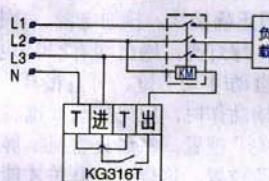

图5 三相控制接线图(接触器线圈380V)
b) 控制接触器的线圈电压AC380V 50Hz,接线方式如图5所示。